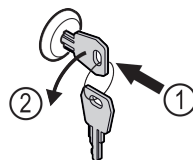

Fig. 170
- ▶ Sæt nøglen i. Fig. 170 (1)
- ▶ Drej nøglen 90° mod uret. Fig. 170 (2)